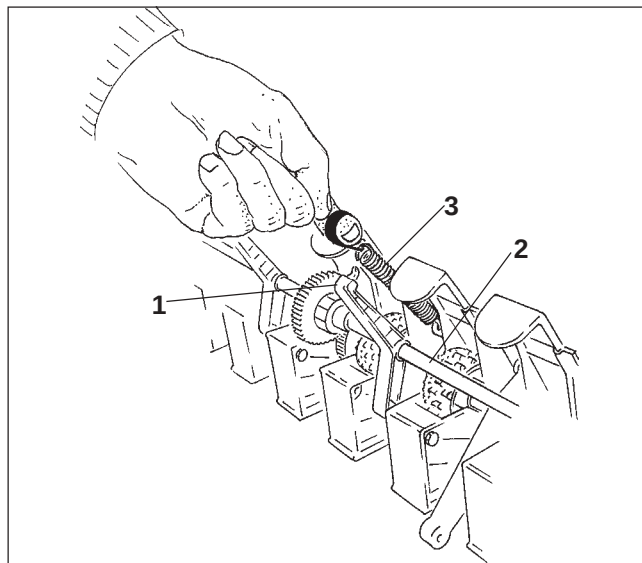

Рис. 7.20
- Поворотный кронштейн (Рис. 7.20/1) промежуточного вала (Рис. 7.20/1) прикреплен пружиной к механизму переключения высевającej катушки-технической колеи (при наличии).